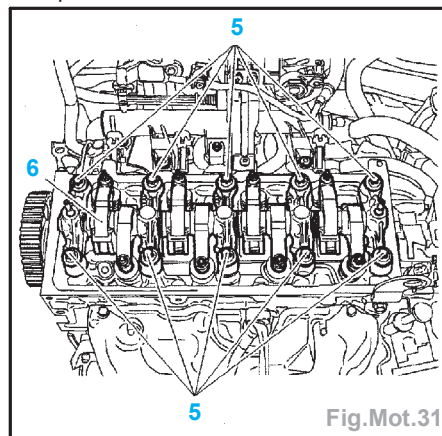

Fig.Mot.31
- les écrous (1),
- le couvre-culasse (2),
- les entretoises (3),
- la tôle déflectrice (4).
- Desserrer progressivement et en spirale les vis de culasse (5) en commençant par l'extérieur (Fig.Mot.31).